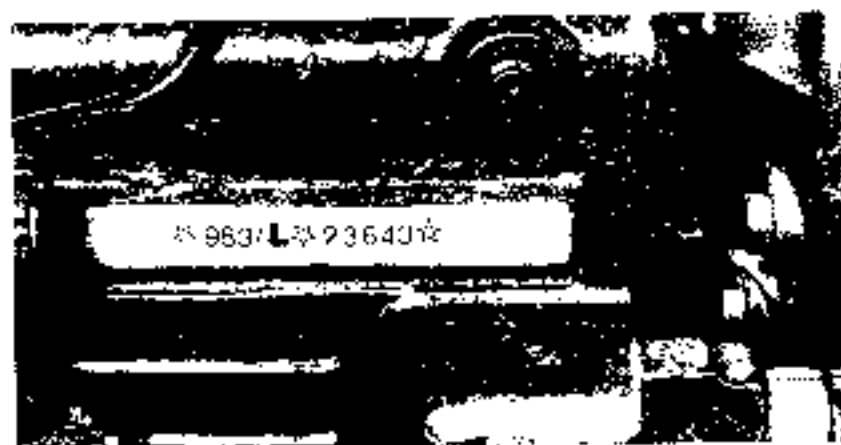

Fig. 2
2. numero di matricola del motore (Fig. 2);